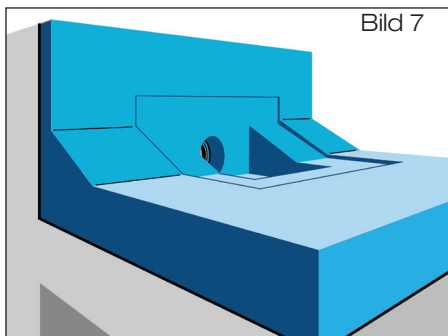

Bild 7
- 2.1 Wärmedämmplatten verlegen. Konturen des Dachablaufs in Wärmedämmung einarbeiten (Bild 7). Der Festflansch des Dachablaufs soll gemäß Flachdachrichtlinien oberflächenbündig in die Unterlage eingelassen werden.